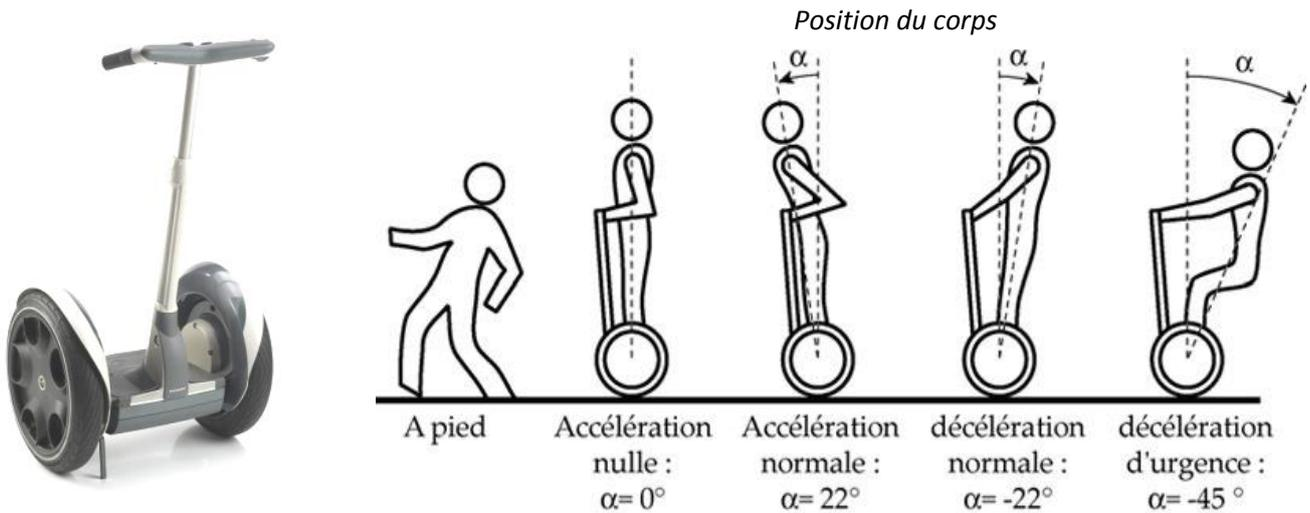

Figure 1 : Postures de commande du gyropode.
2. DESCRIPTION DU SYSTÈME : (voir *Figure 1* ci-dessus et le document *DRES 01*)
Par l'intermédiaire de son corps, l'utilisateur génère l'inclinaison des plateformes par rapport à la verticale de manière indépendante (voir *Figure 1*). La mesure de cette inclinaison (**angle α**), est interprétée par le microcontrôleur comme une consigne de vitesse. Ce dernier génère alors le signal de commande des moteurs.